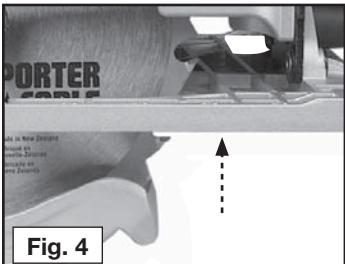

Fig. 4
2. Limpie el patín (pestaña) interior, abra el protector telescopico y coloque un disco afilado en el eje asegurando que los dientes apunten hacia adelante como está indicado en Fig. 4.